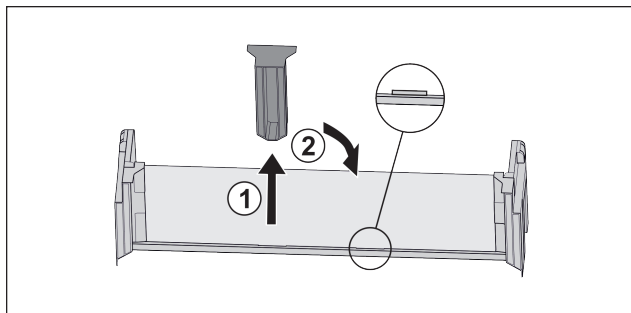

Fig. 92
- Изтеглете средната задържаща част Fig. 92 (1).
- Вкарайте средната задържаща част на втората позиция Fig. 92 (2).